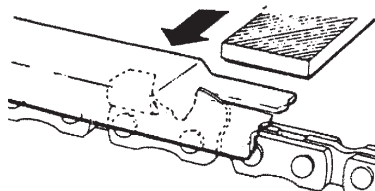

Fig. 39
- 3) Placez la jauge de contrôle sur le maillon-gouge. Si le limiteur de profondeur dépasse de la jauge, mettez-le à niveau par rapport à la partie supérieure de la jauge de contrôle. Limitez toujours de l'intérieur de la chaîne vers un maillon-gouge extérieur. (Fig. 39)